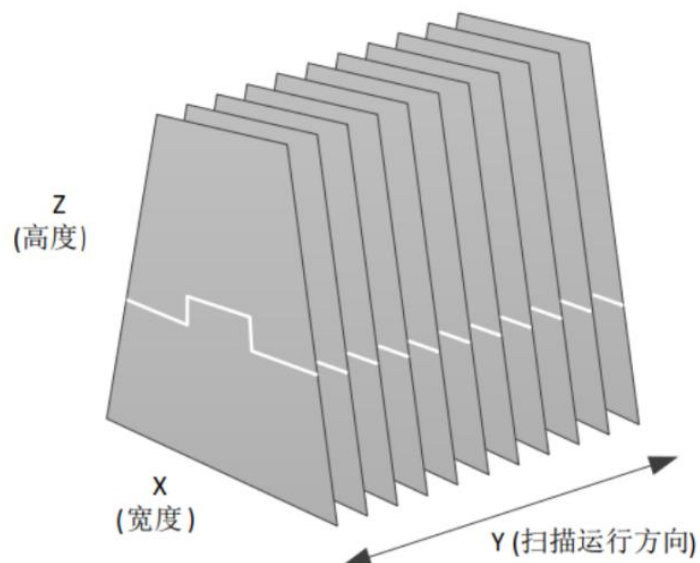

图 2.6 沿扫描运动方向获取轮廓
- 通过物体或相机沿扫描方向（Y 轴）运动，连续采集多条轮廓，并结合编码器等位移信息，拼接生成完整的三维点云（X-Y-Z）。如图 2.6 所示。